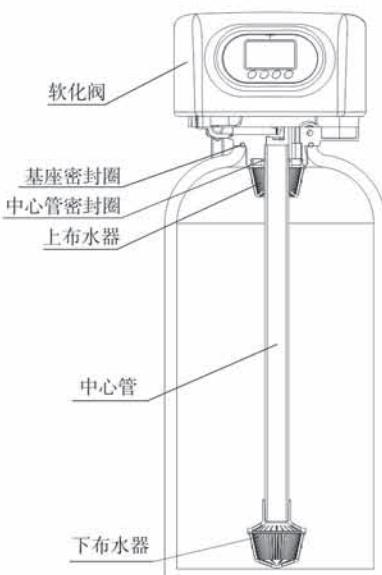

图1-1
- a、按图1-1所示，选取外径为26.7mm的中心管，把中心管与下布水器用胶封固。放入罐体底部，将超过罐口部分的中心管截断并外部倒圆。